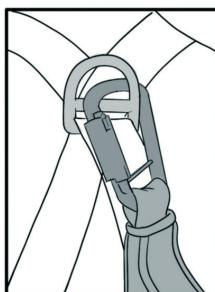

fig.2
2. Controleer of de gebruikerconnector goed bevestigd is aan het harnas voordat u werkzaamheden gaat verrichten en controleer of een spanner vastgezet is (fig. 2).